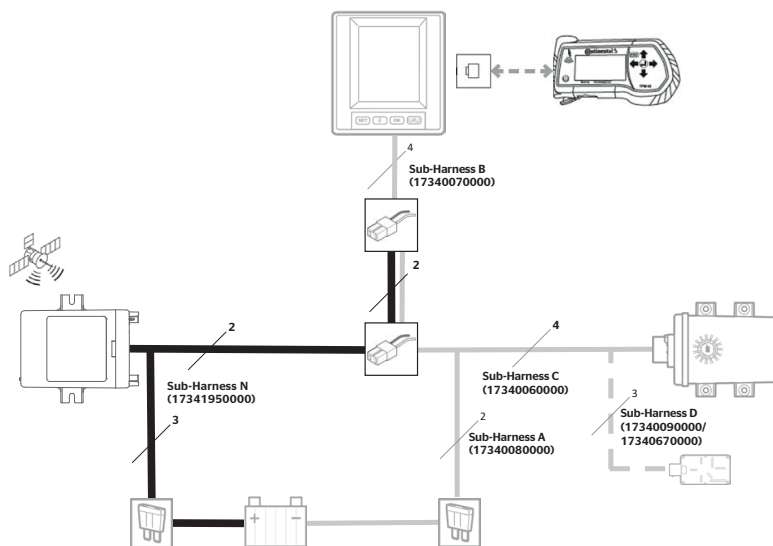

Fig. 1: Variante A
- ◆ Ligue o conjunto de cabos N conforme apresentado em. **“Fig. 1: Variante A”**